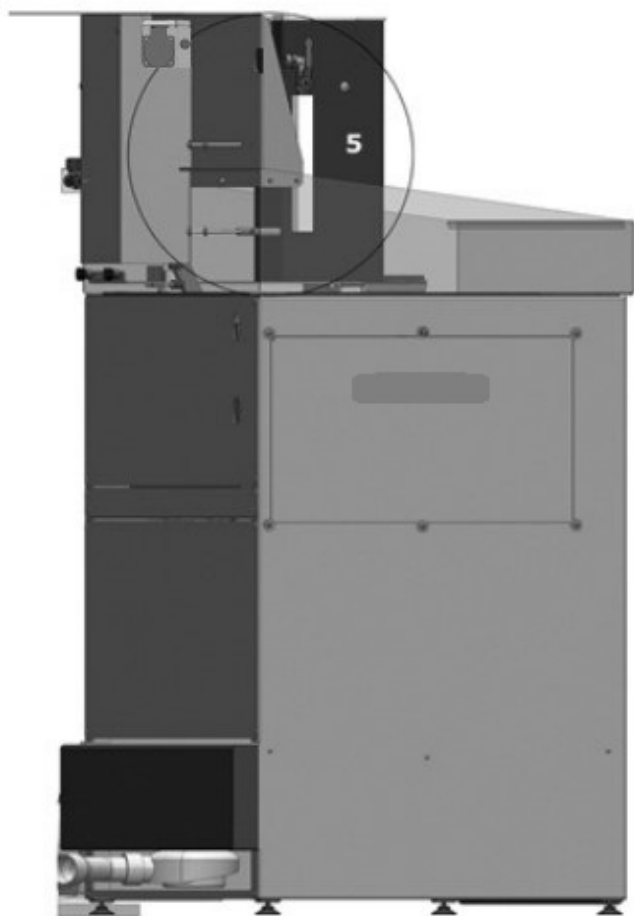

Fig. 5
- Fissare TurboWash a sinistra nella parte posteriore alla parete posteriore del posto di lavaggio Fig. 5, 6, 7 ai preposti fori.